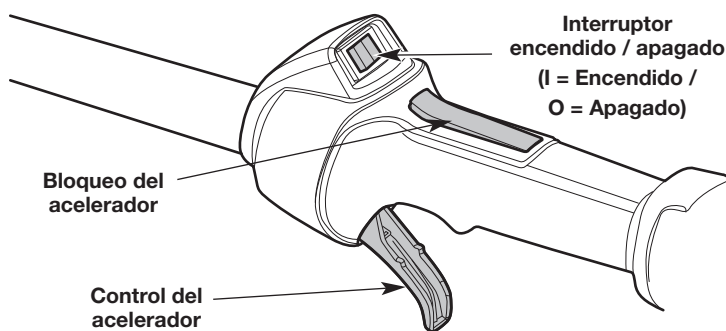

Fig. 17
**NOTA:** No hay necesidad de encender la unidad. El interruptor de Encendido/Apagado debe estar en la posición **Encendido (I)** en todo momento (Fig. 17).
5. Oprima y mantenga el bloqueo de acelerador. Apriete y mantenga apretado el control del acelerador (Fig. 17). Tire de la cuerda de arranque con un movimiento controlado y firme **5 veces** para arrancar la unidad (Fig. 19).
2. Oprima y no suelte el interruptor de control de Encendido y Apagado en la posición **Apagado (O)** hasta que el motor se detenga por completo (Fig. 17).
6. Oprima y mantenga el bloqueo de acelerador. Apriete y mantenga apretado el control del acelerador (Fig. 17). Eche a andar el accesorio Speed Start™ por intervalos no mayores de 2 segundos cada vez hasta que la unidad arranque.